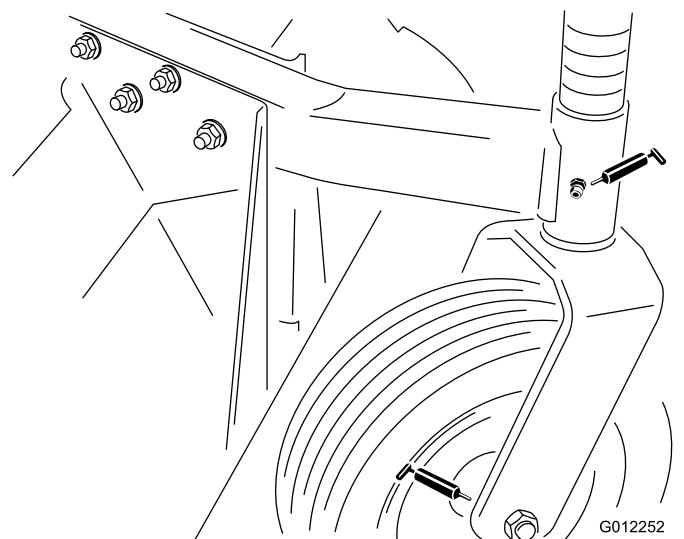
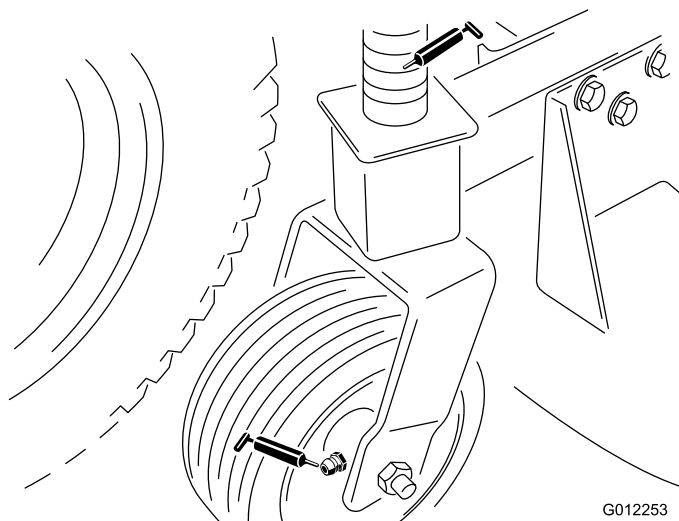

Figure 15
Figure 16
- Bagues de pivots de roues pivotantes avant (Figure 15)
- Roulements de roues pivotantes (Figure 15) & (Figure 16)
Déposez également l'axe de pivot de roue arrière du bras pivotant et enduisez l'axe hexagonal de graisse universelle N° 2 au lithium ou de graisse au molybdène toutes les 50 heures (Figure 16).